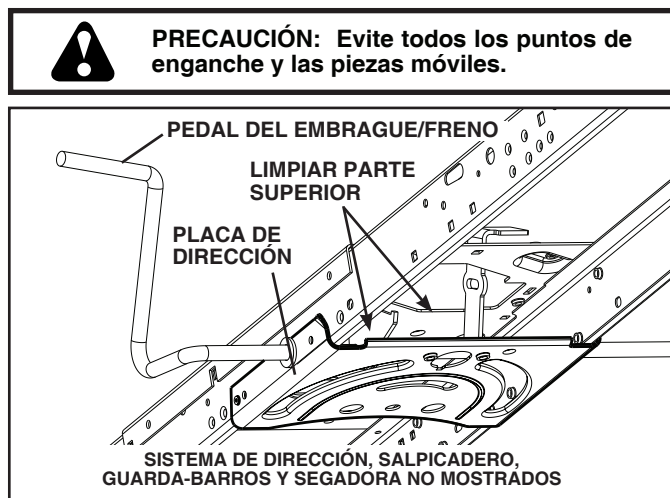

Fig. 30
- Limpie los desechos de la placa guía. Los desechos pueden limitar el movimiento del eje del pedal del freno/embrague, lo que hará que patine la correa y que se pierda la tracción. Vea Fig. 30.